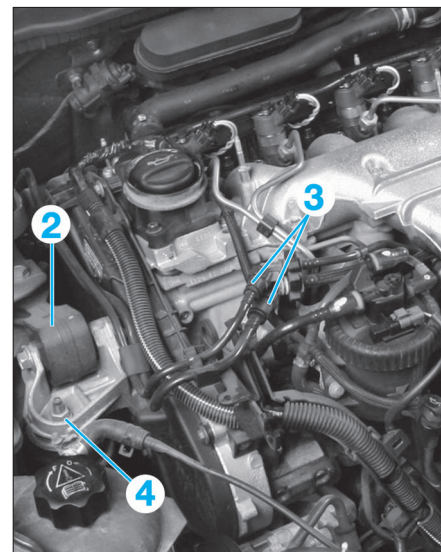

FIG. 26
- Déposer la bielle anticouple supérieure droite (2) (Fig.26).
- Désaccoupler les raccords de carburant (3).